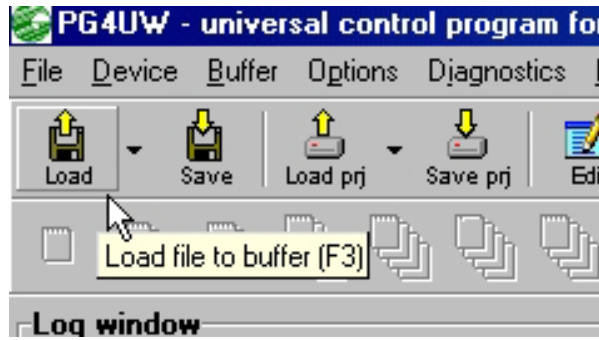

FIGURA 13: CARICAMENTO DEL FILE DA PROGRAMMARE CON PG4U
F) Se i dati che si desidera programmare si trovano in un file separato sul disco, aprire la finestra del menu File | Load file e caricare il file desiderato, come viene mostrato nella figura 13.